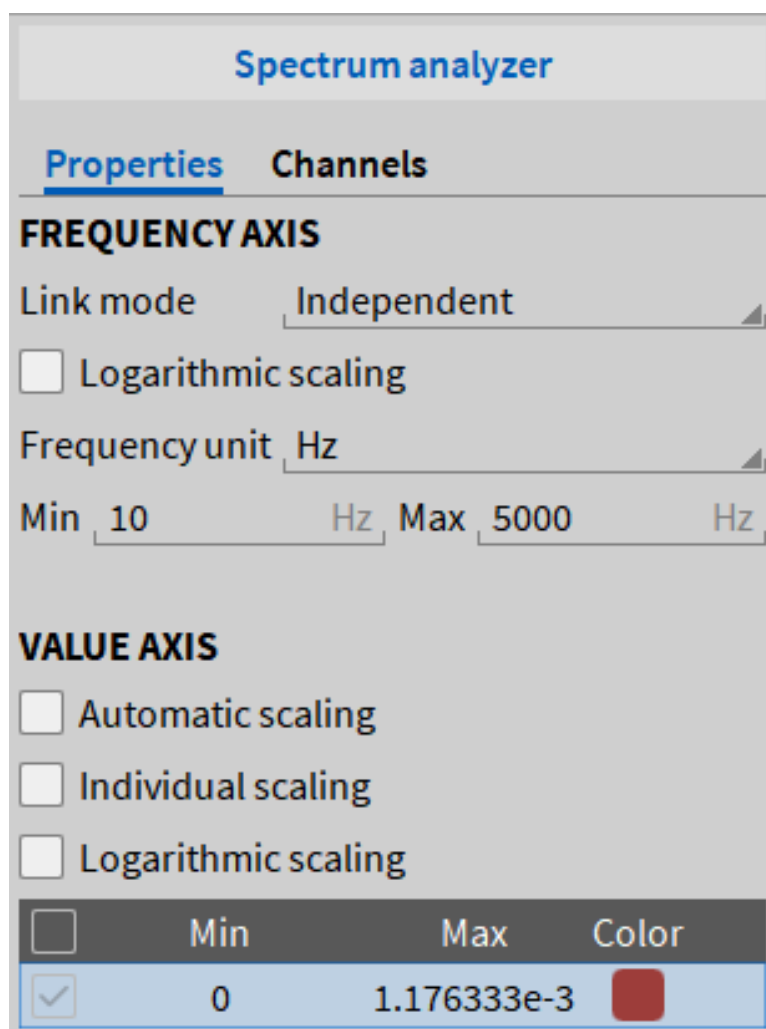

Abb. 8.52: Instrumenteneigenschaften der Frequenzanalyse, wenn Frequenzkanäle zugewiesen sind
- Wenn Frequenzkanäle der Frequenzanalyse zugewiesen werden, werden die Instrumenteneigenschaften auf die Frequenzachsen- und der Werteachseinstellungen (siehe Abb. 8.52) reduziert. Für eine detaillierte Beschreibung siehe Kapitel Zusätzliche Eigenschaften.